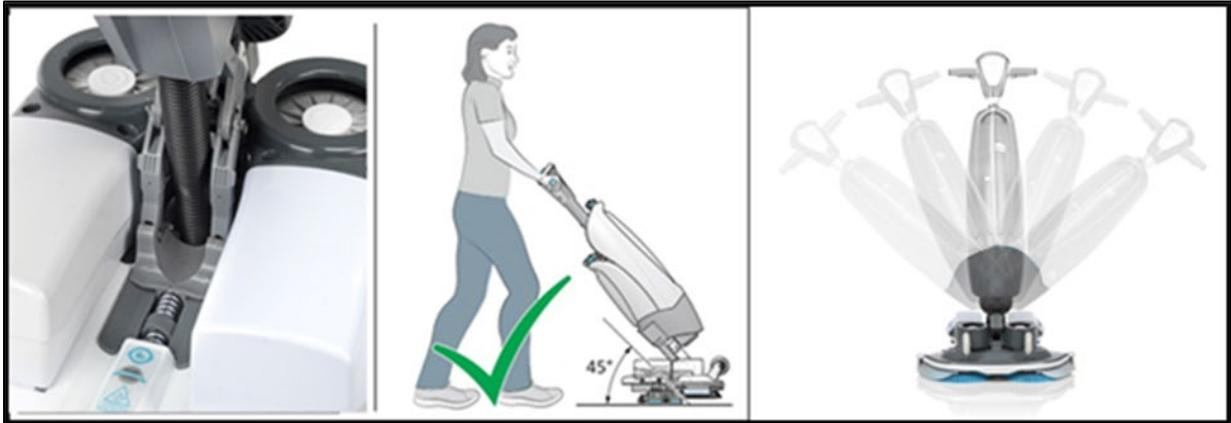

Abbildung 23b
1. Parken mit dem i-balancer. (Abbildung 23b)